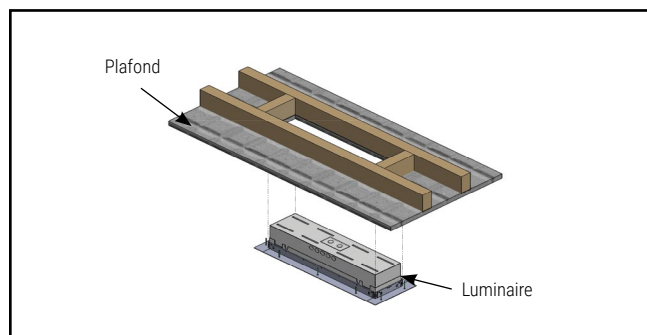
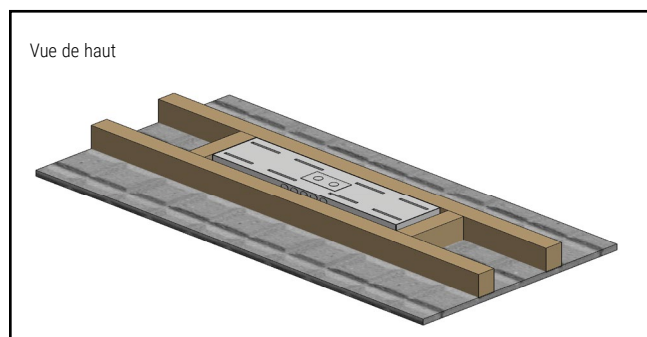

Figure 8
Figure 9
3. Installez le cadre avec le luminaire dans les découpes du plafond et fixez-le avec les vis inviolables fournies (Figure 8). Pour l'assemblage du DFVR fini (Figure 9).